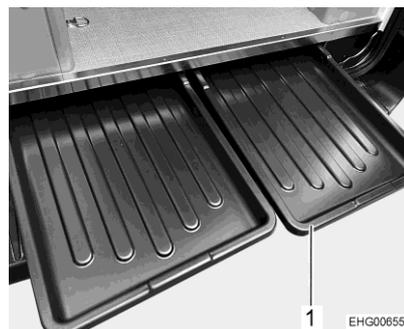

Fig. 27 Basi estraibili doppio fondo (accessorio opzionale)
- Estrarre una delle basi estraibili (Fig. 27,1) nella zona di coda del veicolo.